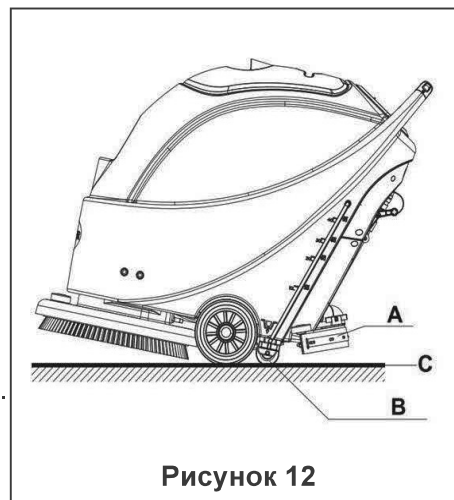

Рисунок 12
- Отпустите кнопку блокировки (1), чтобы выключить щетку/держатель пэда и соленоидный клапан.
- Переведите кнопку включения вакуума (42) в положение "0", после чего вакуумный насос остановится с задержкой 5 секунд.
10. Переведите кнопку контроля подачи воды (44) в положение "0" для выключения соленоидного клапана.
11. Переведите кнопку питания (41) в положение "0".
12. Поднимите водосборный скребок при помощи рычага подъема водосборного скребка (14).
13. Возьмитесь рукой за руль (2) и плавно наклоните машину назад, пока направляющее колесо (B) не коснется пола. См. **Рисунок 12**.